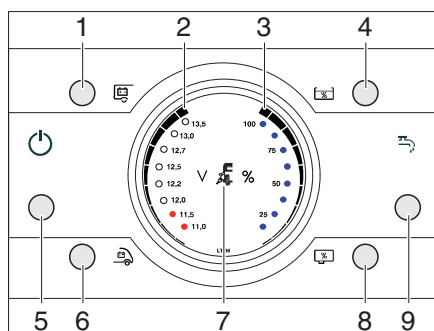

Fig. 261 Panel LT 96
La luz de control de 230 V (Fig. 261,7) se enciende cuando hay tensión de red en la entrada del bloque eléctrico.
El interruptor principal de 12 V (Fig. 261,1) conecta y desconecta el panel y la alimentación de 12 V del habitáculo.
- Pulsar brevemente la tecla Interruptor principal de 12 V (Fig. 261,1). La alimentación de 12 V del habitáculo está conectada. El LED de control se enciende.
- Pulsar brevemente la tecla Interruptor principal de 12 V (Fig. 261,1). La alimentación de 12 V del habitáculo está desconectada. El LED de control se apaga.
Con las teclas Batería del habitáculo (Fig. 261,1) y Batería del motor de arranque (Fig. 261,6) se muestra el estado de carga de la batería restante en la pantalla.
- Pulsar la tecla Batería del habitáculo (Fig. 261,1).
Se muestra la carga de la batería (Fig. 261,2).
- Pulsar la tecla Batería del motor de arranque (Fig. 261,6).
Con las teclas Nivel de llenado depósito de agua (Fig. 261,4) y Nivel de llenado depósito de aguas residuales (Fig. 261,8) se pueden mostrar la cantidad de agua y la cantidad de las aguas residuales.
- Pulsar la tecla Nivel de llenado depósito de agua (Fig. 261,4).
Se muestra el nivel de llenado del depósito de agua (Fig. 261,3).
- Pulsar la tecla Nivel de llenado depósito de aguas residuales (Fig. 261,8).
Se muestra el nivel de llenado del depósito de aguas residuales (Fig. 261,3).
Con la tecla Bomba de agua ON / OFF (Fig. 261,9) se puede activar o desactivar la bomba de agua. El cambio real en la bomba de agua es cuando se abre un grifo de agua con la bomba de agua activada. Si la bomba de agua está desactivada, la bomba de agua permanece también apagada al abrir un grifo de agua.
- Pulsar brevemente la tecla Bomba de agua ON / OFF (Fig. 261,9).
El LED "11,0 V" en el visualizador (Fig. 261,2) parpadea cuando la tensión de la batería cae por debajo de 11 V (medición durante la operación) y por lo tanto pone en peligro con la descarga total.